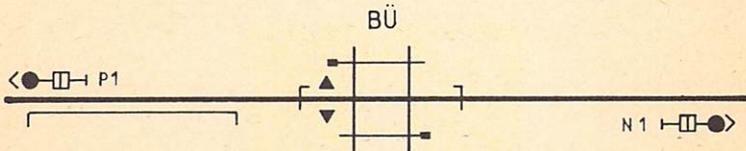

Bild 20
- (1) Liegt ein BÜ vor den Ausfahrtsignalen eines Bahnhofs (vgl. Bild 20), so wird das Einfahrtsignal erst nach der Sicherung des BÜ freigegeben. Die BÜ-Sicherungseinrichtung ist nach § 6 Abs. 1 einzuschalten.